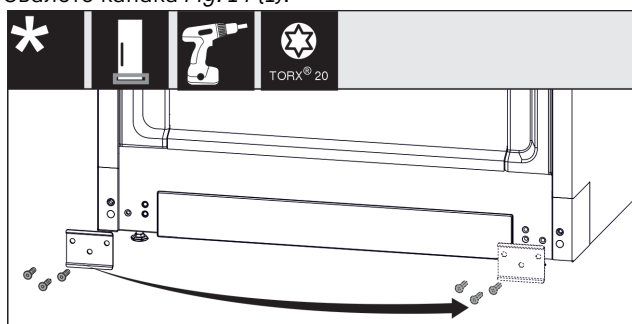

Fig. 15
- Отвинтете листа Fig. 15 (1), обърнете я на другата страна и го завинтете отново.